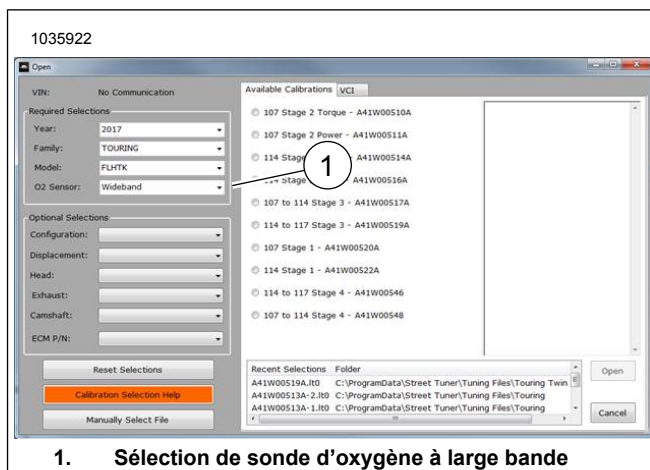

Figure 26. Sélection de sonde d'oxygène à large bande
25. Consultez Figure 26 . Servez-vous du syntoniseur Screamin' Eagle Pro Street pour terminer l'installation. Téléchargez le nouvel étalonnage du module de commande électronique lorsque vous effectuez l'installation de ce kit. Lorsque vous choisissez l'étalonnage à télécharger pour le syntoniseur Screamin' Eagle Pro Street, sélectionnez Wideband (bande large) (1) dans le menu déroulant pour l'option sonde d'oxygène. Référez-vous au catalogue Screamin' Eagle Pro ou communiquez avec un concessionnaire Harley-Davidson pour plus de renseignements concernant le syntoniseur Screamin' Eagle Pro Street.